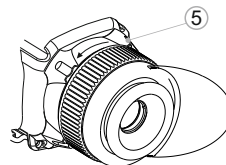

Fig.1
- Ruotare l'anello di bloccaggio dell'oculare (5) in senso antiorario fino a sentire un clic e rimuovere l'oculare (Fig. 1).